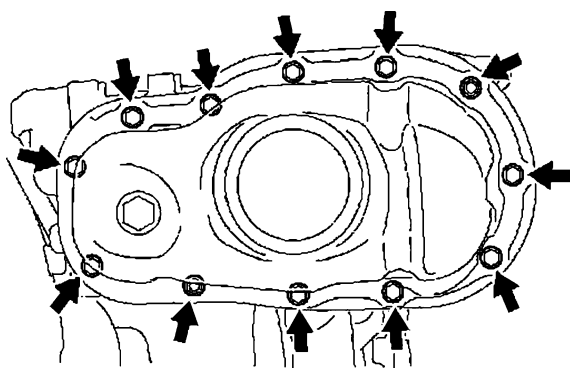

图 22-12 拆卸 2 号油底壳上的螺栓和螺母
① 如图 22-12 所示, 拆卸油底壳上的 10 个螺栓和 2 个螺母。